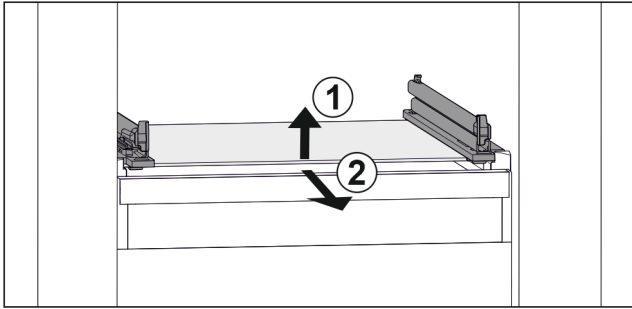

Fig. 118 Примерно изображение на стъклената плоча
- ▶ Повдигнете стъклената плоча отпред. Fig. 118 (1)
- ▶ Извадете стъклената плоча напред. Fig. 118 (2)